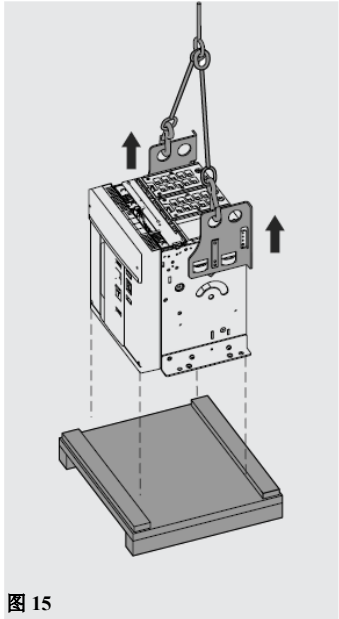
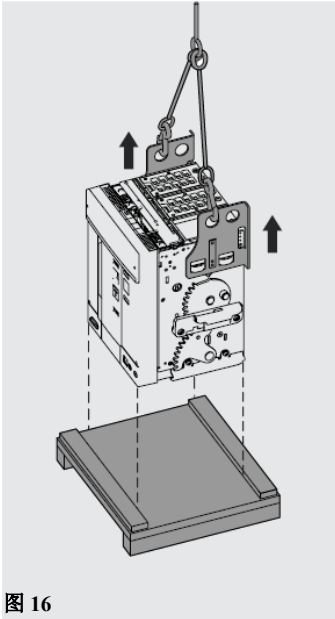

图 15
图 16
- 使用需要单独购买的吊板，将断路器从包装箱底座上提起。见图 15 和图 16。